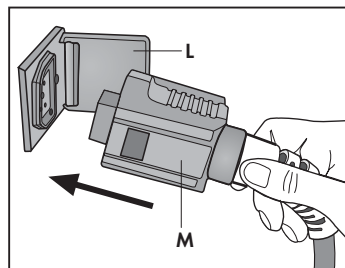

Fig. 8
- Abrir totalmente a tampa (L) e introduzir o engate rápido (M) do tubo flexível na presa do aparelho, apertando bem (Fig. 8)